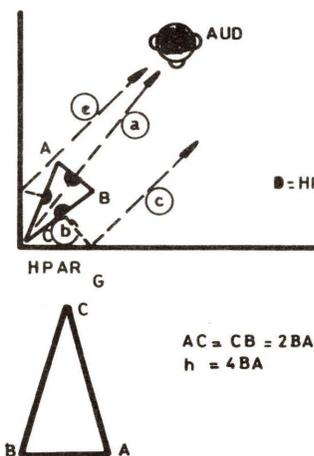

Figure 4
Une enceinte à base triangulaire ABC, en triangle isocèle (et non équilatéral) se placera dans un des deux coins arrière du local, par exemple le coin gauche comme représenté à la figure 4 (A).
De la disposition de la figure 4 (A), on peut conclure que l'auditeur recevra des sons direct (a), rayons réfléchis (b) - (c) et (d) - (e).